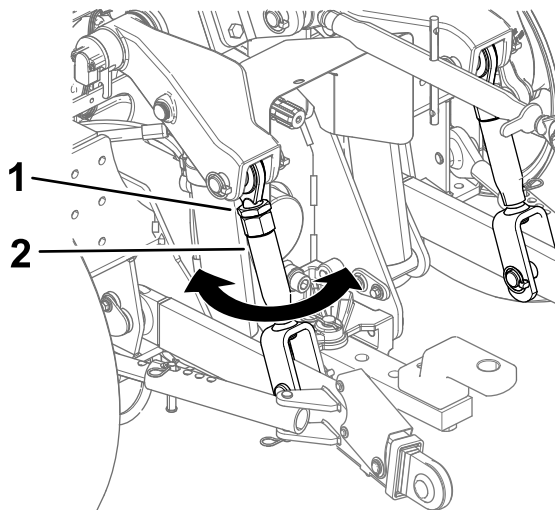

Figure 24
1. Desserrez l'écrou de blocage sur l'un des bras de levage (Figure 24).
2. Sortez plus ou moins le bras de levage jusqu'à ce que l'accessoire soit de niveau (Figure 24).
3. Resserrez l'écrou de blocage (Figure 24).